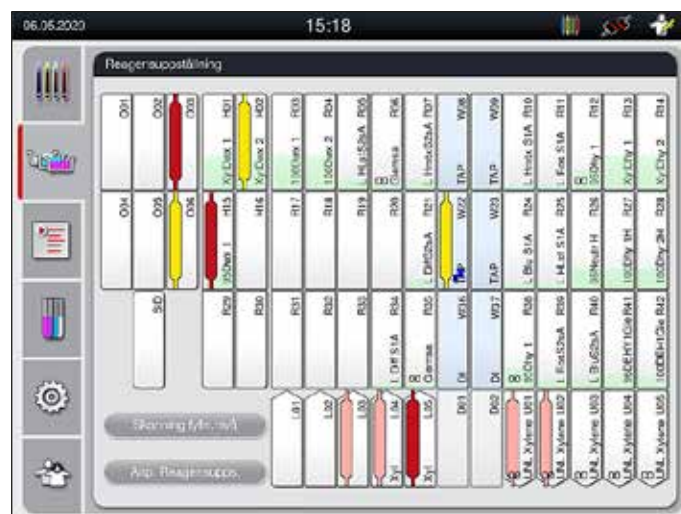

Bild 85
8. Den identifierade handtagsfärgen och den tilldelade programförkortningen visas på respektive station i reagensuppställningen (→ "Bild 85").
- Reagensuppställning med stationsinformation (→ "Bild 85").
- Tillgängligheten för och valt antal olika utmatningsstationer är inte synliga för användaren i processtatusvisningen. Det rekommenderas att använda reagensuppställningsmenyn för processövervakning (→ "Bild 85") när olika reagenser används i utmatningsstationerna, för att man ska kunna reagera i tid när utmatningskapaciteten nås.